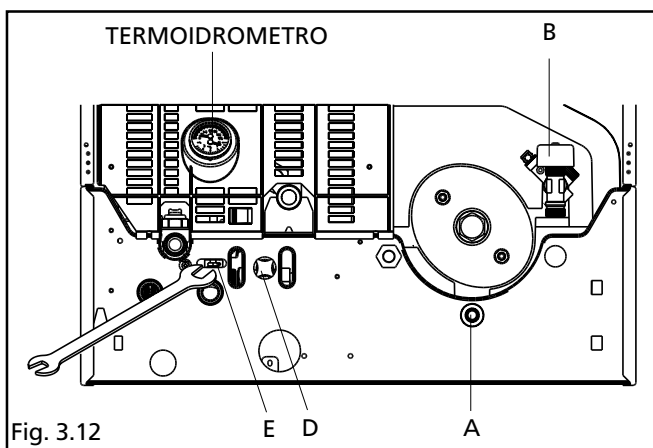

Fig. 3.12
- aflojar la válvula (E) a través de la abertura situada en el fondo de la caldera (fig. 3.12).
- desaperte a válvula (E) através da abertura posta no fundo da caldeira (fig. 3.12)